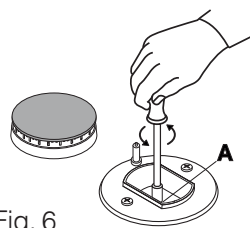

Fig. 6
2. desenrosque los inyectores (fig. 6) utilizando una llave tubular de 7mm. y sustitúyalos por los que se adapten al nuevo tipo de gas (ver tabla 1 “Características de los quemadores e inyectores”).
I piani di cottura **B 30TC 138/CS BNV** sono dotati di due ingressi di alimentazione gas (vedi fig. 6 dettagli P1 e P2) e comandano 2 bruciatori ciascuno ; vanno pertanto entrambi collegati alla rete di distribuzione.